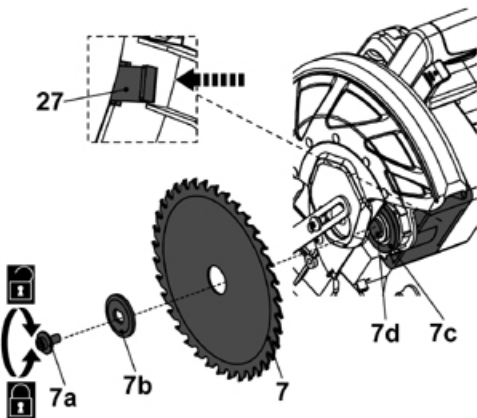

Fig. 11
- > Pressione o botão de bloqueio do eixo (27) totalmente e mantenha-o nessa posição (Fig. 11).
- > Rode o parafuso de aperto (7a) ligeiramente com a ferramenta fornecida (28) até o eixo ficar bloqueado.
- > Desaperte o parafuso de aperto (7a) no sentido dos ponteiros do relógio e remova-o juntamente com a flange externa (7b) e lâmina de serra (7). Não remova a flange interna (7c) do eixo (7d).